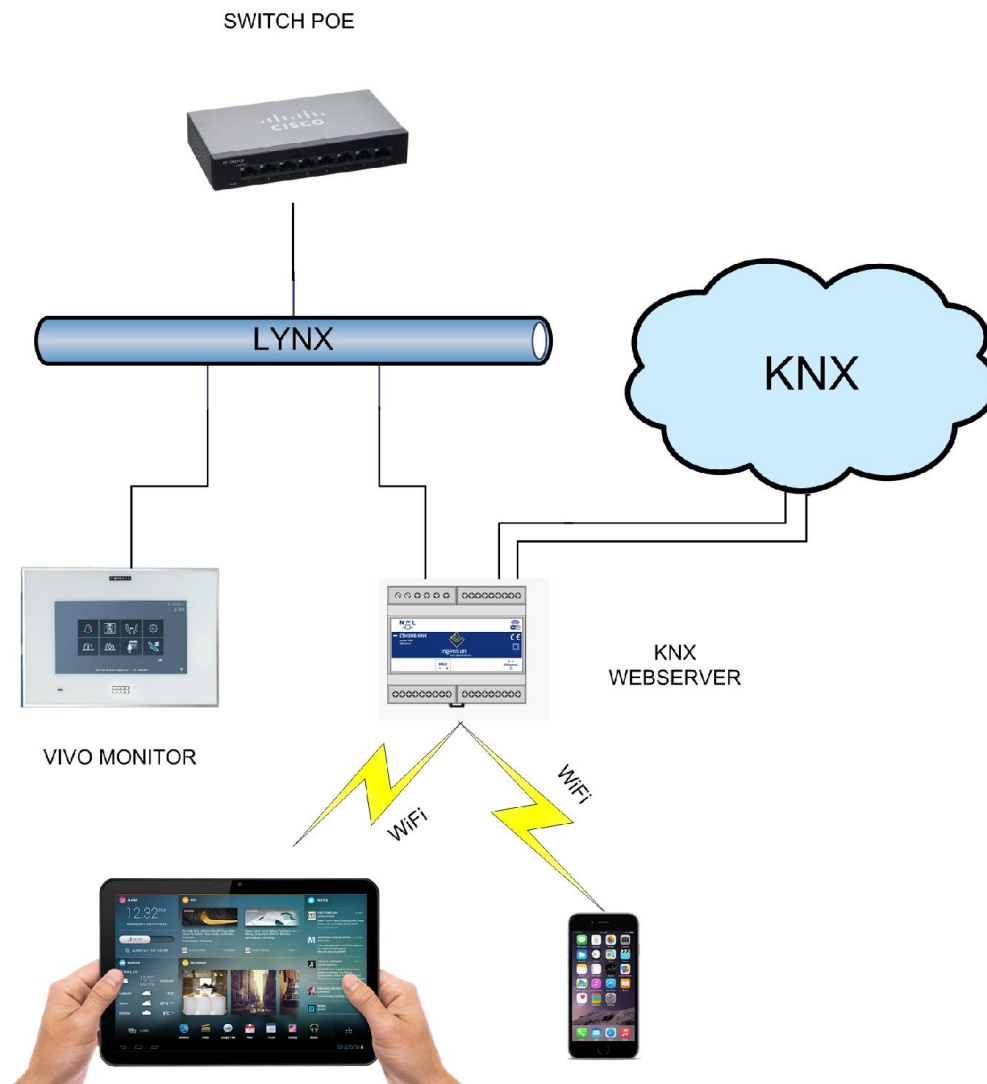

Imagen 9. Dispositivo portátil con conectividad local a Dominium en modo AP.
- El servidor KNX puede configurarse como “**punto de acceso**”. De esta forma, los dispositivos portátiles con conectividad Wi-Fi pueden acceder a la automatización domótica Dominium mediante una aplicación Android o iOS. En términos de distancia, este método ofrece un rango de comunicación corto entre dispositivos. Esto se debe a las reducidas dimensiones de la antena Wi-Fi integrada del servidor Web KNX (ver Imagen 9). La aplicación móvil Ingenium debe estar instalada y configurada en cada dispositivo portátil que se quiera usar, como se describe en la sección 8.